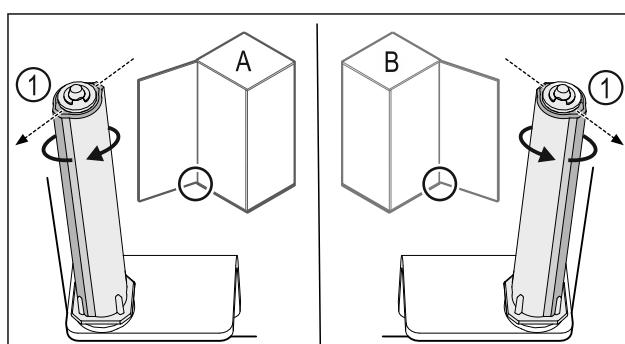

Fig. 26 Tope izquierdo (A) / tope derecho (B)
- ▶ Girar el sistema de cierre contra la resistencia hasta que el alma del sistema de cierre Fig. 26 (1) apunte hacia afuera.